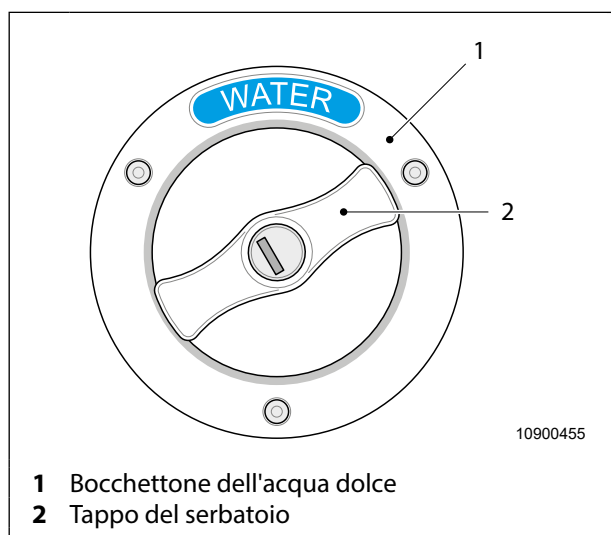

Fig. 48 Bocchettone dell'acqua dolce
Il bocchettone dell'acqua dolce (Fig. 48, pos. 1) è situato nella parete esterna del veicolo nella parte posteriore.
3. Aprire e togliere il tappo del serbatoio (Fig. 48, pos. 2).
5. Rimettere il tappo del serbatoio (Fig. 48, pos. 2).